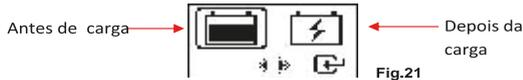

Fig.21
18. Quando o estado de carga (SOC -State of Charge) for baixo, o aparelho de teste questiona se a condição da bateria é antes de carregada ou depois da carga (Fig. 21 abaixo) antes do computador apresentar os resultados finais.
the analyser will ask whether the battery condition is before charge or after charged (Fig.21 below) before computing the final results.